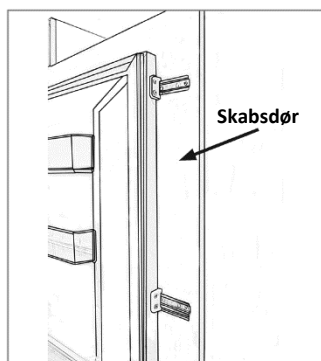

Fig.14
- Dørskydernes færdige udseende skal svare til det, der er vist på Fig. 14, der viser to skydere på plads.